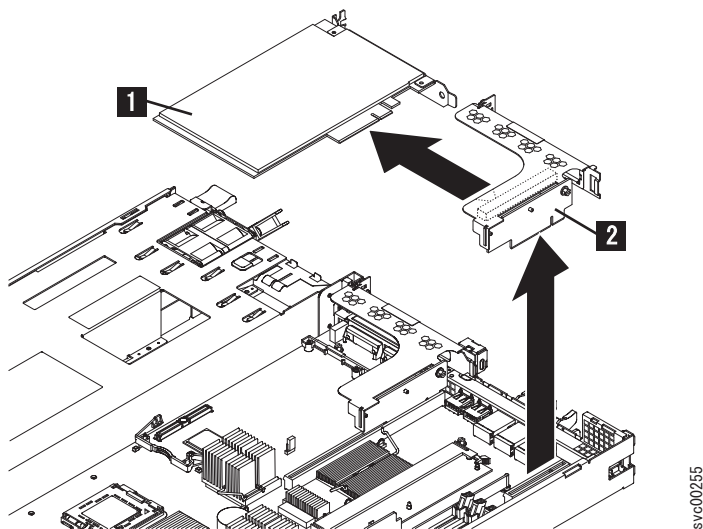

図 175. SAN ボリューム・コントローラー 2145-8G4 からのライザー・カード・アセンブリーの取り外し
6. ライザー・カード・アセンブリ (207 ページの図 175 の **2**) の後部の端をつかみ、ライザー・カード・アセンブリを持ち上げて取り外します。